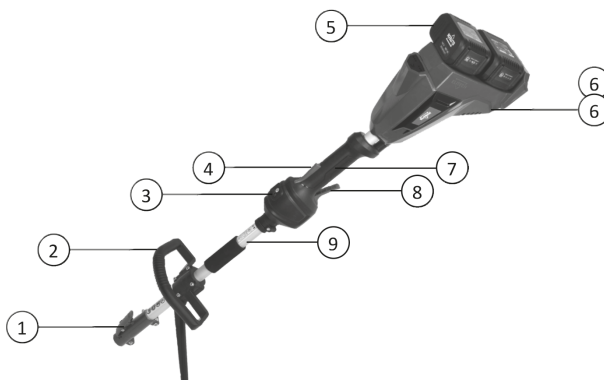

Рис. 1
- Извлеките аккумулятор 2 (Рис. 1) из инструмента, нажав на кнопку разблокировки аккумулятора и потянув аккумулятор из инструмента.
Нажмите на кнопку разблокировки выключателя 4 (Рис. 1) и, не отпуская ее, нажмите на выключатель 8 (Рис. 1).